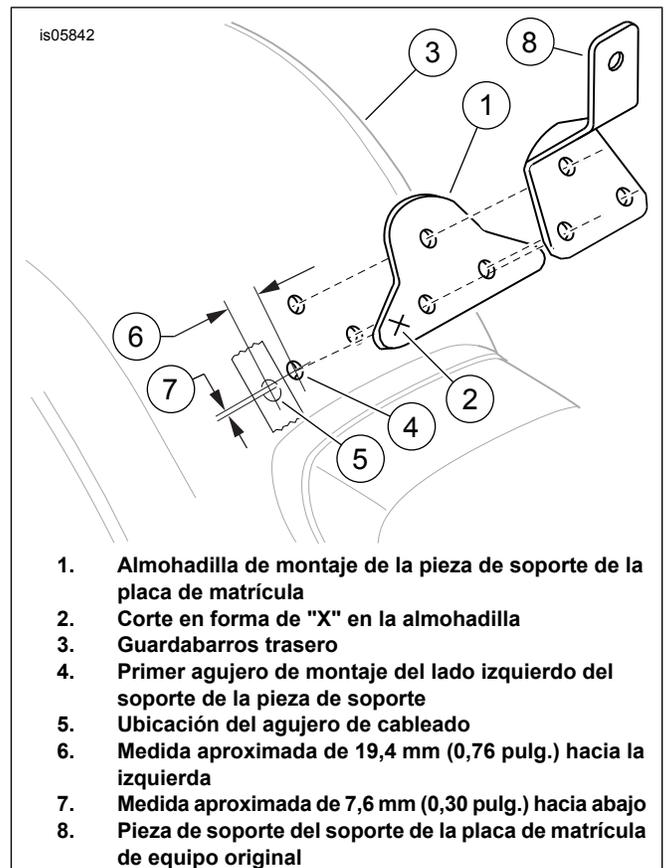
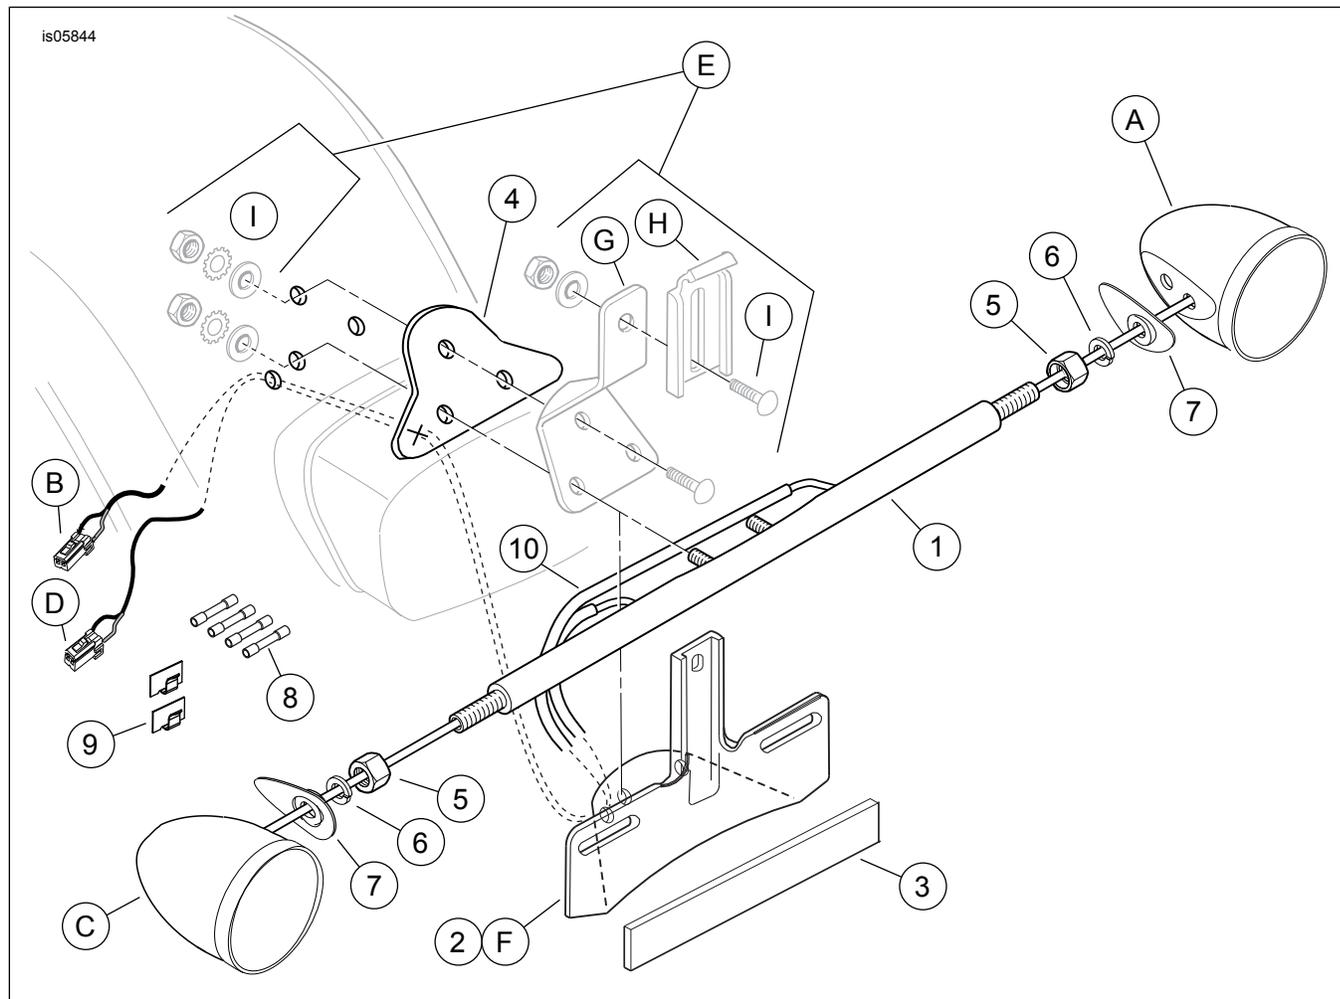

Figura 6. Pieza de soporte del soporte de la placa de matrícula y almohadilla
Figura 7. Piezas de servicio: Kit de reubicación de la señal de giro trasera
2. Vea Figura 7. Coloque una de las arandelas planas del paso anterior en el **nuevo** tornillo (se compra por separado). Inserte el tornillo a través del agujero de sujeción en el guardabarros y en el soporte del guardabarros. Coloque una de las arandelas de seguridad originales en las roscas del sujetador y aplique unas cuantas gotas de Loctite 243, azul a las roscas. Asegure el soporte del guardabarros al guardabarros trasero con una **nueva** tuerca ciega (se compra por separado). Apriete los sujetadores a 16,3–24,4 N·m (12–18 ft-lbs). Repita para el lado opuesto.
Extraiga el conjunto de la pieza de soporte de la placa de matrícula del guardabarros. Vea Figura 7. Conserve los elementos de sujeción (E) para la instalación de la nueva pieza de soporte (2) de **este** kit.
1. Vea Figura 7. Obtenga la barra direccional (1) y dos contratuercas (5) del kit. Enrosque una contratuerca completamente dentro de cada extremo de la barra direccional con el lado embutido de la tuerca contra la barra.
1. Vea Figura 6. **Para los modelos con TRES agujeros en la pieza de soporte de la placa de matrícula en el guardabarros: Para los modelos con CUATRO agujeros en la pieza de soporte de la placa de matrícula en el guardabarros:**
- a. Coloque un pedazo de cinta adhesiva en el guardabarros trasero (3) en el área izquierda de los tres agujeros de montaje de la pieza de soporte de la placa de matrícula, arriba de la luz trasera.
- b. Mida desde el agujero izquierdo inferior (4), para las dimensiones (6) y (7) y marque la ubicación para el agujero (5) en la cinta.
- c. Coloque la nueva almohadilla (1) del kit dentro del guardabarros, alineando los agujeros con los tres agujeros en el guardabarros. Asegúrese de que la almohadilla cubrirá un agujero de 10 mm (3/8 in) de diámetro en la ubicación marcada.
- f. Coloque la almohadilla (1) en el guardabarros, alineando los agujeros con los tres agujeros en el guardabarros.
- h. Coloque la nueva almohadilla (1) del kit dentro del guardabarros, alineando los agujeros con los tres agujeros en el guardabarros.
2. **TODOS los modelos:** Extraiga la almohadilla del guardabarros y haga un corte en forma de "X" (2) en la marca como se muestra.
3. Vea Figura 7. Obtenga la **nueva** pieza de soporte de la placa de matrícula (2) del kit. Pase los cables de ambas señales de giro a través del primer agujero del lado izquierdo en la pieza de soporte de la placa de matrícula, pase por el corte en "X" en la almohadilla y por el primer agujero del lado izquierdo del guardabarros.
4. Coloque la almohadilla (4) sobre el guardabarros, alineando los agujeros y el corte en "X" con los cuatro agujeros en el guardabarros. Coloque la pieza de soporte del soporte original de la placa de matrícula (G) sobre la almohadilla y sujételo al guardabarros **a través del agujero superior solamente** con los sujetadores originales (E) extraídos anteriormente.